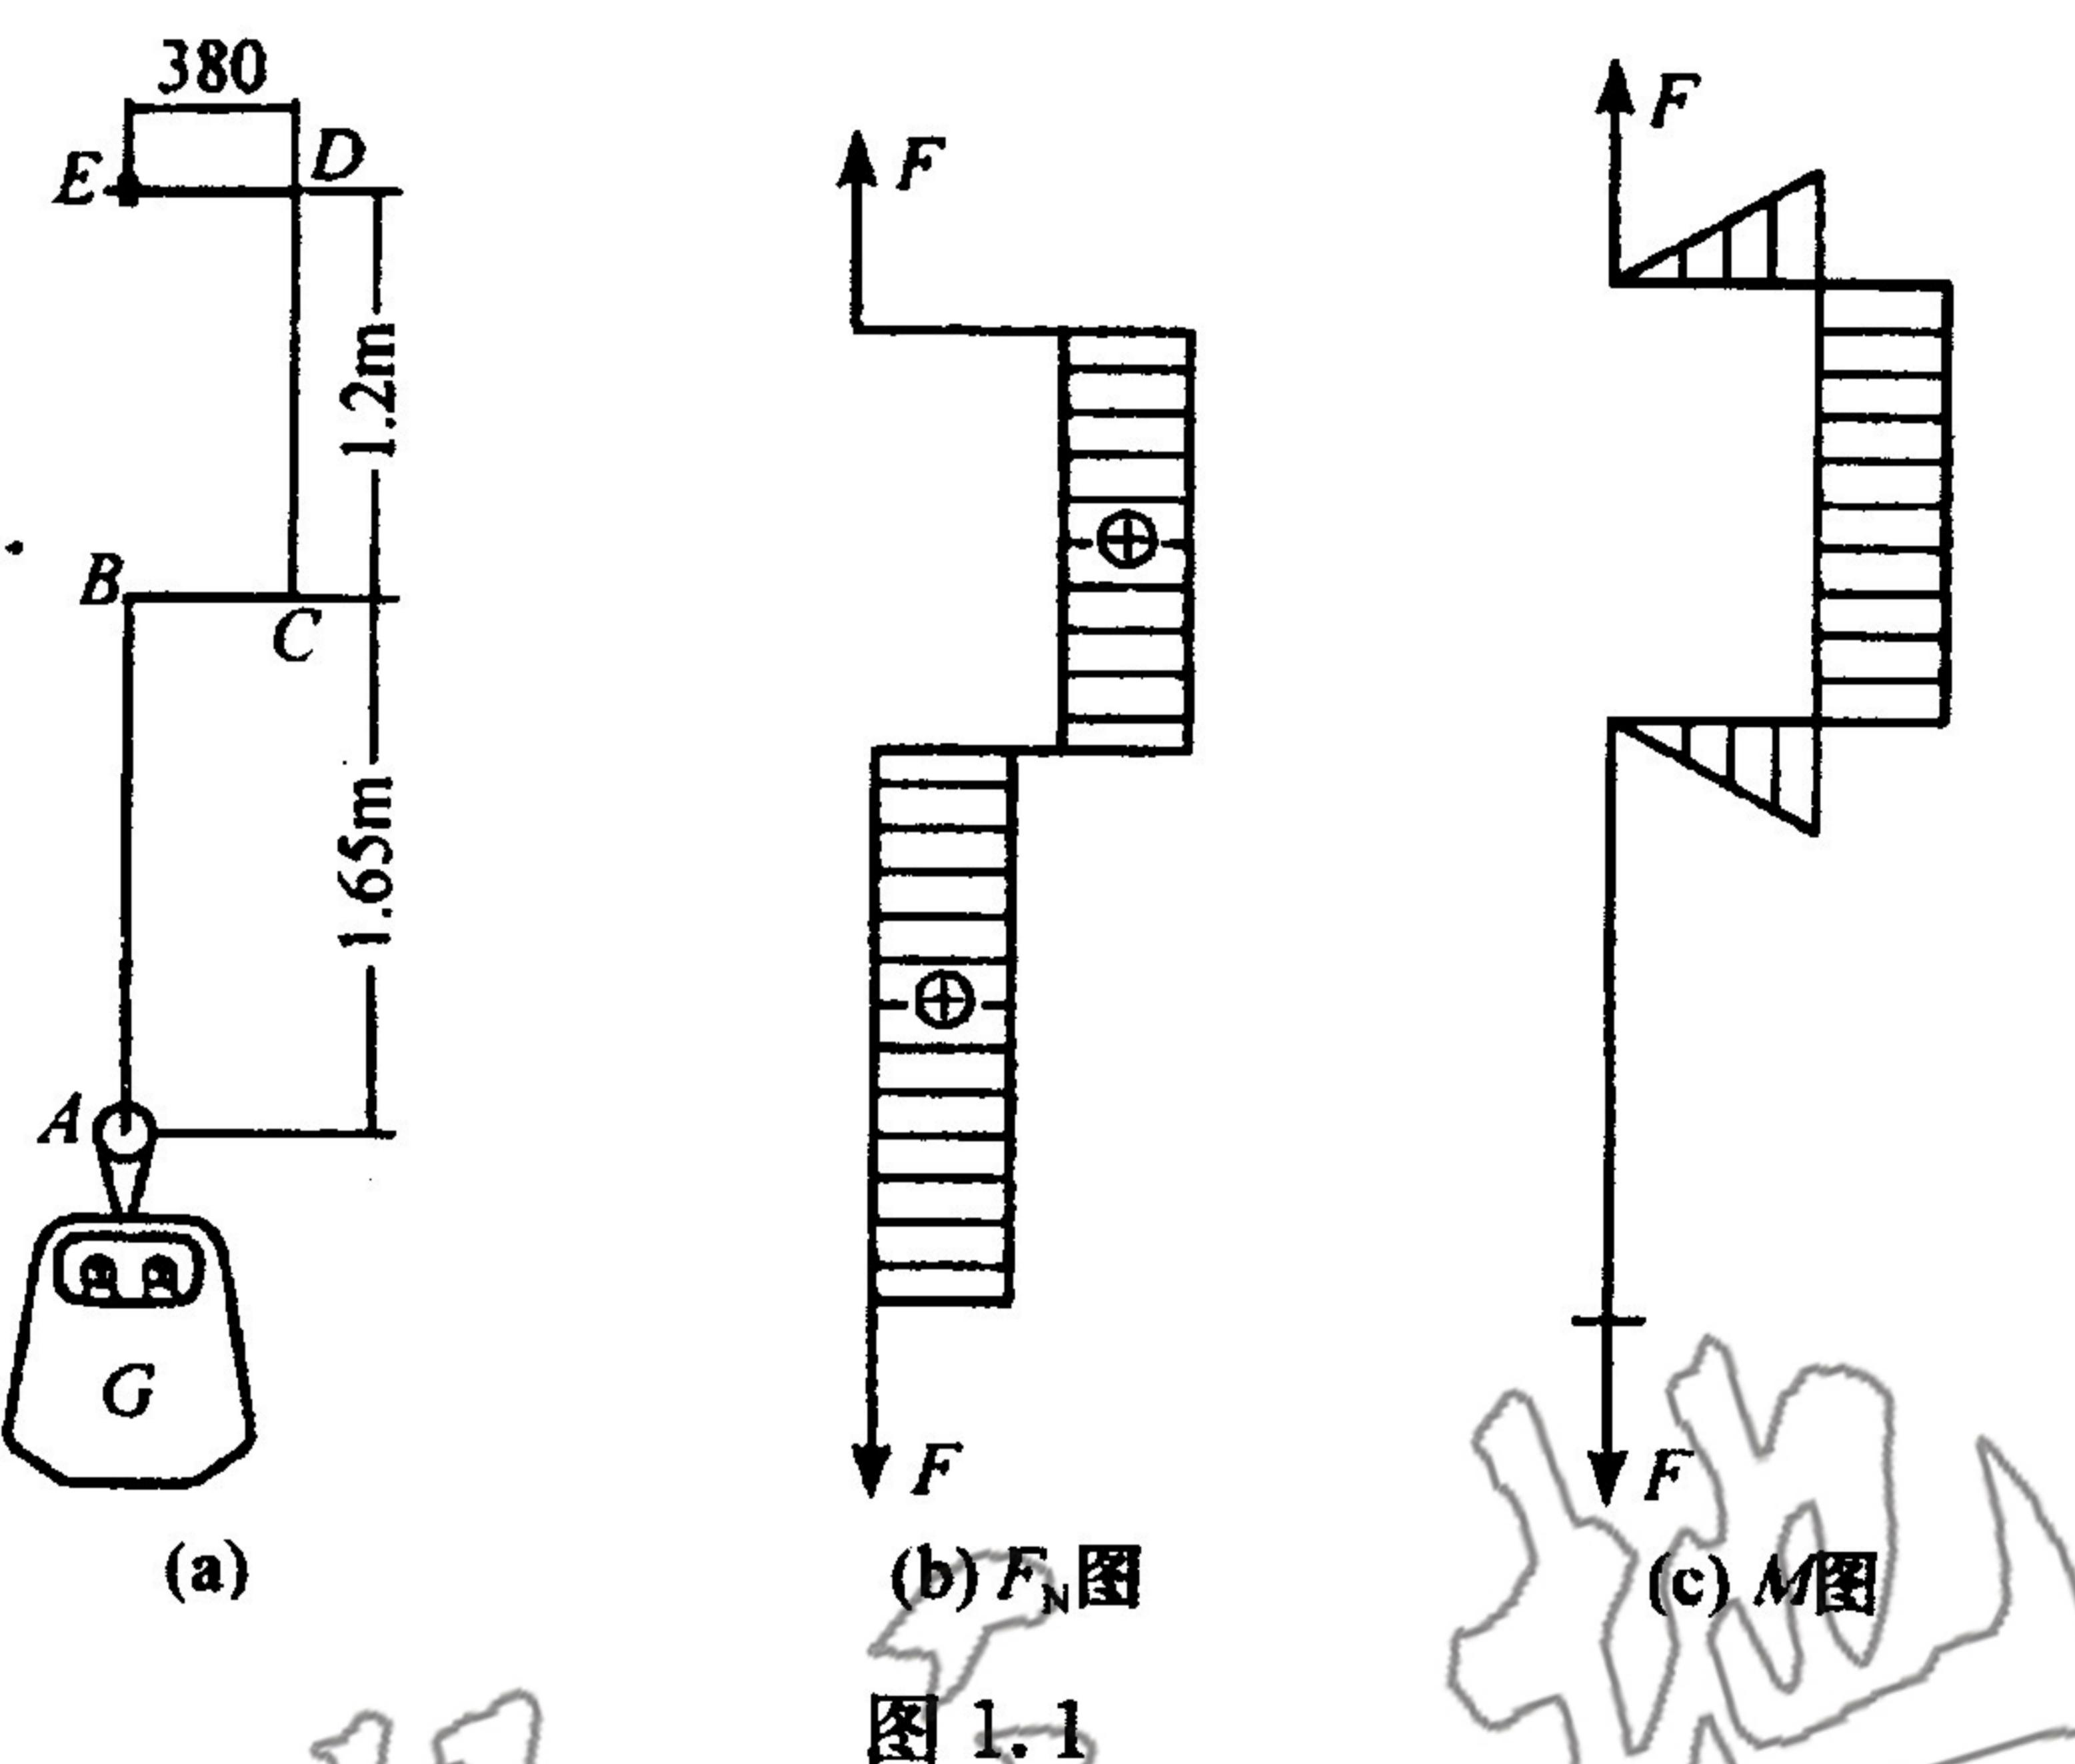

图 1.1
1.1 吊斗和人体的总质量为 500kg，重心在 G 点。吊斗上方的吊杆 AE 各段均为 38mm×38mm 的正方形截面，A、E 两处铰接（图 1.1）。试求吊杆 AB、BC、CD 各段中的最大拉应力。（12 分）